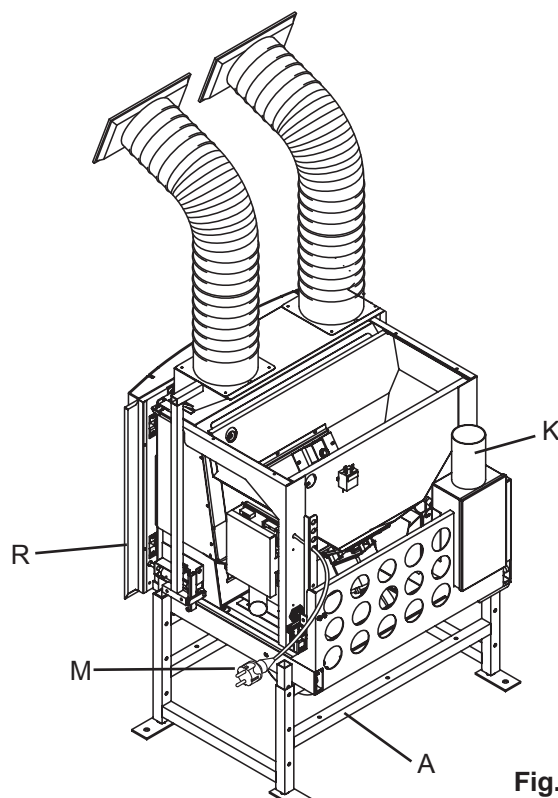
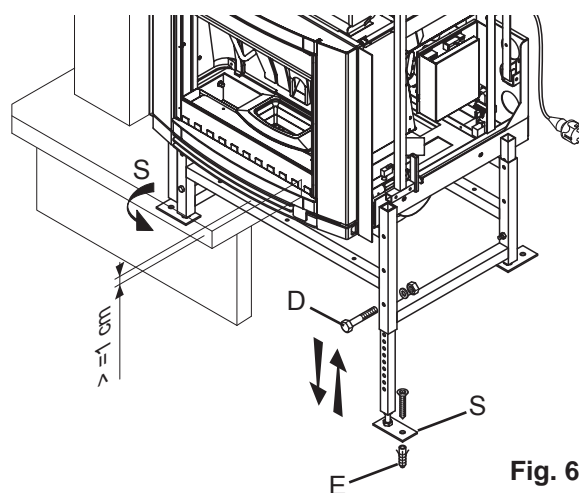
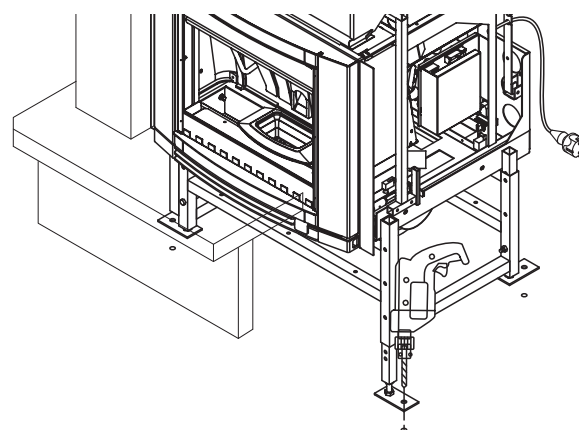

Fig. 6.1.1
Fig. 6.1.2
Fig. 6.1.3
El armazón de extracción se compone de (Fig. 6.1.1):
Instalación (Fig. 6.1.1, Fig. 6.1.2, Fig. 6.1.3):
- 4) Realizar 4 orificios de Ø 8 para la fijación al suelo del armazón (Fig. 6.1.3). Usar como galga el mismo armazón.
- 5) Fijar las patas (S) de la base con tacos de expansión robustos de acero de Ø 8 mm (E);
- 6) Conectar el colector de evacuación (K) al conducto de salida de humos;
- 8) Prever la llegada de la línea eléctrica en la parte trasera de la estufa (M);